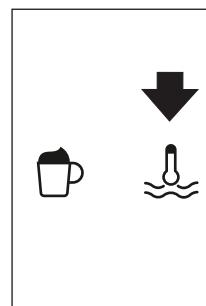

Rys. 21
- Jeśli wsypiesz więcej niż jedną miarkę kawy do lejka i się zablokuje, przepchnij kawę nożem (Rys. 21). Następnie wyciągnij i wyczyść zaparzacz i ekspres w sposób opisany w rozdziale „Czyszczenie zaparzacza”.